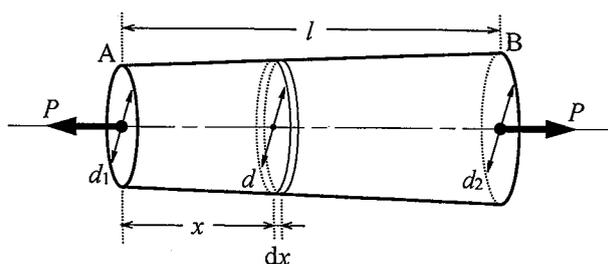
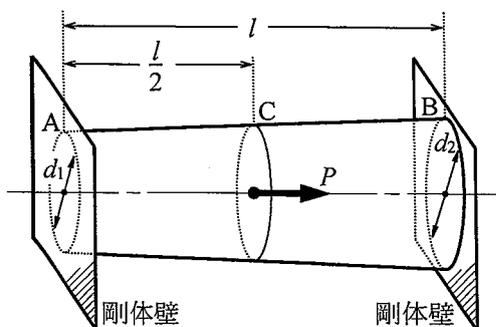
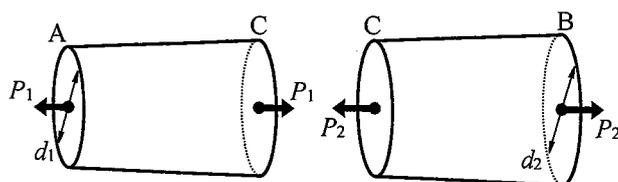

図 3.1
図 3.2
図 3.3
[3] 図3.1および図3.2に示すような、長さ l 、縦弾性係数 E の円錐台の棒（断面の直径が直線的に変化する丸棒）があり、棒の端面Aおよび端面Bの直径はそれぞれ d_1 および d_2 である ($d_1 < d_2$)。この棒について以下の問いに答えよ。
(1) 図3.1に示すように、棒の両端に軸力 P を加えたときの棒の変形を考える。このために端面Aから距離 x の位置に長さ dx の微小要素を考える。なお、 dx は十分に小さく、微小要素の両断面の直径は等しいとする。以下の設問に答えよ。
(2) 図3.2に示すように、距離 l だけ離れた2つの剛体壁にこの棒の端面Aと端面Bを固定し、両端面中央の断面C ($x = \frac{l}{2}$) において図の矢印の向きに軸力 P を加える。このとき、図3.3に示すように、AC間およびCB間に作用する図の矢印の向きの軸力をそれぞれ P_1 および P_2 とする。以下の設問に答えよ。